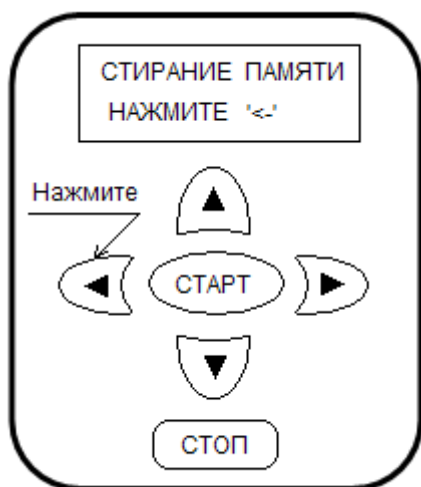

Рис. 31.
- нажать кнопку «ВПЕРЁД», на дисплее будет надпись, приведенная на рис. 31.